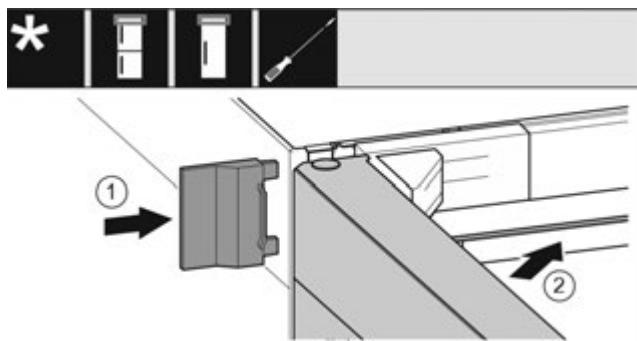

Fig. 24
▶ Насуньте зовнішню кришку. Fig. 24 (1)
- ▶ Закройте верхні дверцята. Fig. 24 (2)